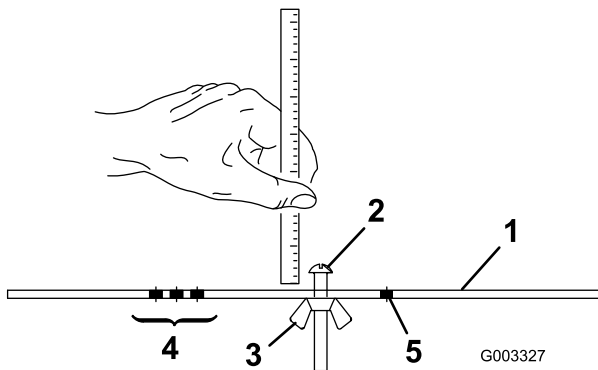

図 16
2. ゲージバー (図 16) のナットをゆるめ、調整ネジを希望の刈り高に合わせる。ネジ頭の下からバーの表面までの距離が刈り高となる。